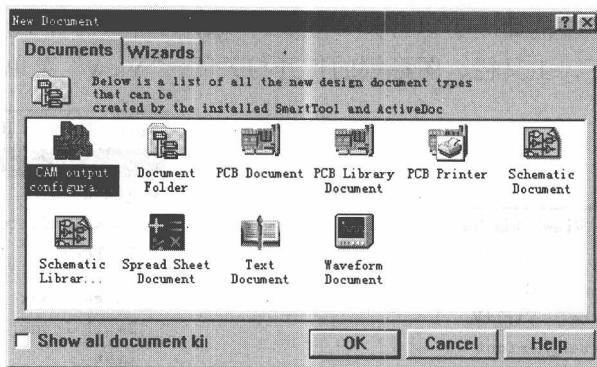

图 1-7 建立新文档对话框
- **New:** 新建一个空白文件，选取此菜单命令，在弹出的如图 1-7 所示的对话框中，选择需建立的文档类型，然后单击“OK”按钮即可。